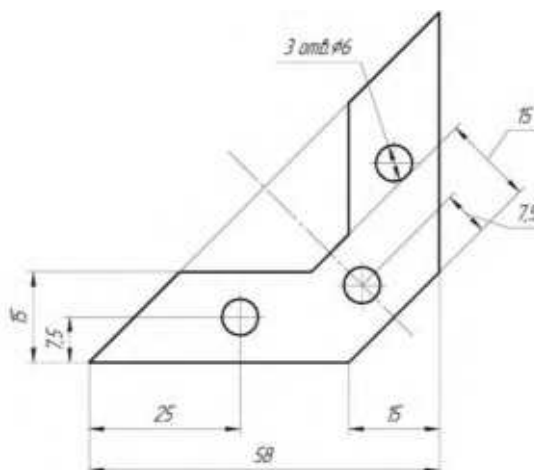

Рис. 1. Уголок
**Изготовьте уголок (рис. 1).**